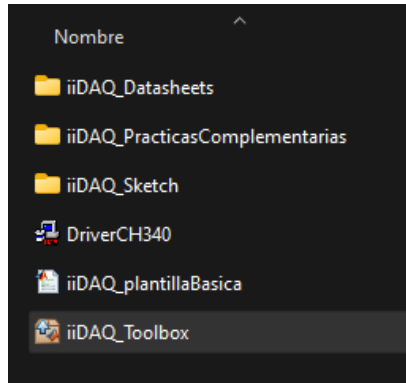

Figura 3.9: Archivo iiDAQ Toolbox en la carpeta de proyecto.
2. En la carpeta del proyecto, dar doble click al archivo con extensión *.mltbx* llamado *iiDAQ\_Toolbox*. (figura 3.9)